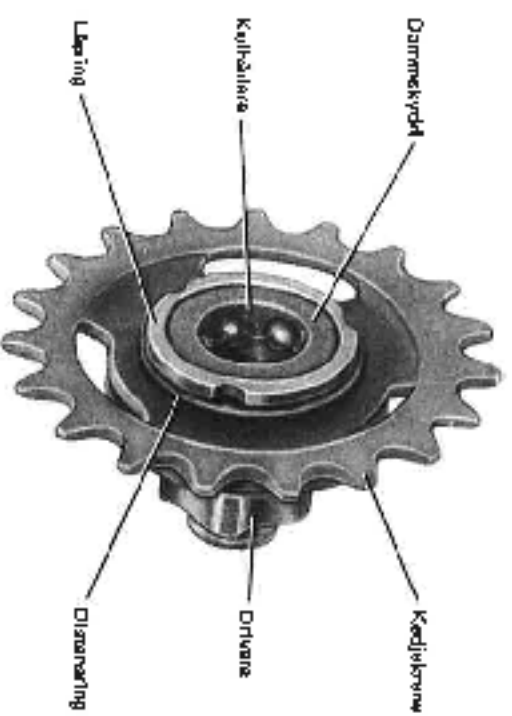

Bild 5. Kedjekaros
11. Sätt dit bräcke och kopplmuttrar i den ordning som anges på bild 5.